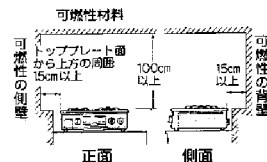

図1
■設置場所の周辺に可燃物（木製の壁・棚など）のある場合（図1）
■図1の条件を満たせない場合は、防熱板を下図のとおり必ず使用してください。
木製など可燃性の壁にステンレス板などを貼り付けている場合でも、伝熱により長年の間に可燃物が炭化し、火災になるおそれがあるので図1～3の防火措置を行ってください。